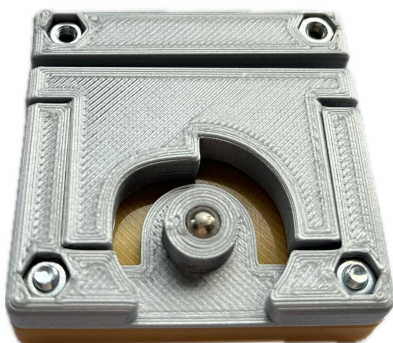

Abb. 9: Stopper auf Würfelboden
- (6) Legen Sie den `05A_Si_V1_GITTERHALTER_STOPPER` auf den Würfelboden (s. Abbildung 9).